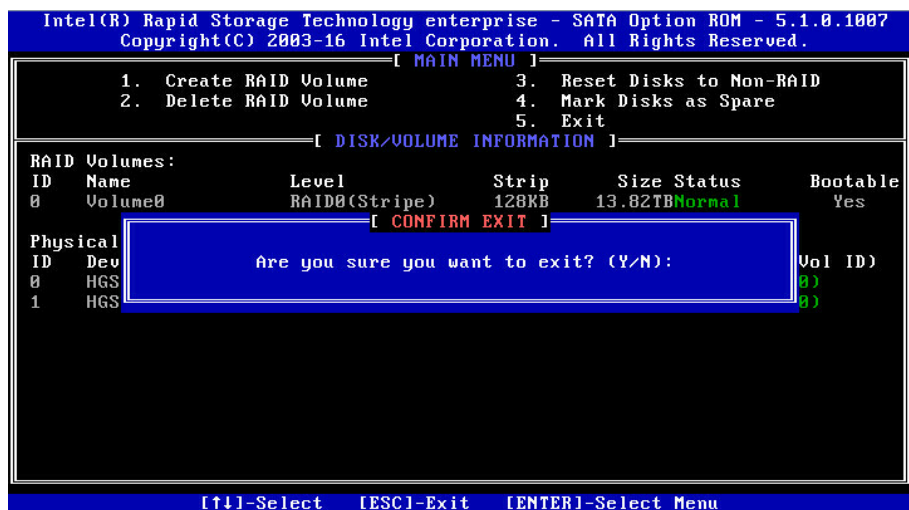

图 8.40
2.6 Exit 菜单。通过上下键，移到 Exit 菜单或按 ESC 键退出 SATA RAID 配置界面，如图 8.40 所示。系统提示： “Are you sure you want to exit? (Y/N): ” ，输入 “Y” ，将会退出，输入 “N” ，将会取消退出操作。